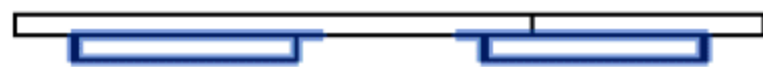

图 8.3.23 支架 A 效果图
(5) 编辑可见性并添加材质。首先，选中支架 A 图元，在“属性”面板中编辑“可见性/图形替换”选项，取消“平面/天花板平面视图”复选框的选择，单击“确定”按钮。其次，添加支架 A 的材质，选择或添加“不锈钢”类型，单击“确定”按钮，如图 8.3.23 所示。
(6) 支架 B 是长度为 40mm，宽度为 30mm，高度为 280mm 的长方体。返回到“楼层平面-参照标高”平面，按快捷键 C+O 和 M+M 绘制参考线。选择“创建”→“拉伸”→